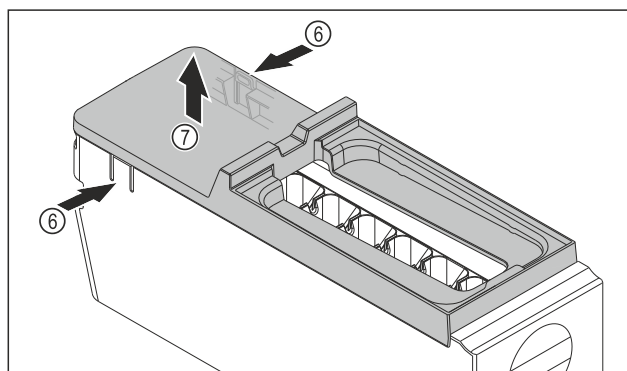

Fig. 144
- Снимите крышку корпуса EasyTwist-Ice: Надавите рукой на накладки Fig. 144 (6) с обеих сторон корпуса EasyTwist-Ice.
- Другой рукой снимите крышку Fig. 144 (7) по направлению вверх.